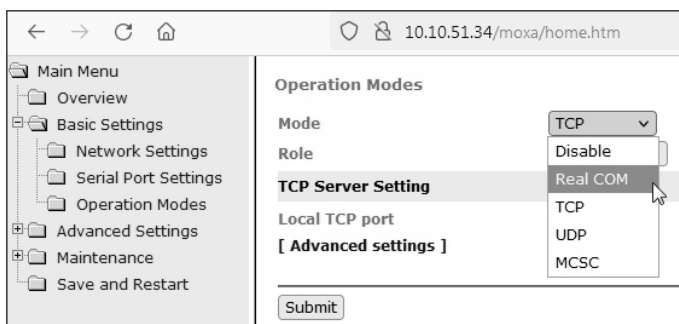

Рисунок 17 – Operation Modes
3.5.23 Для переключения необходимо щелкнуть ЛКМ на выпадающее меню «Mode» и выбрать подходящий вариант: «Real COM» или «TCP» (рисунок 17). Затем нажать кнопку «Submit». На следующей странице нажать кнопку «Save/Restart» по аналогии с 3.5.16.